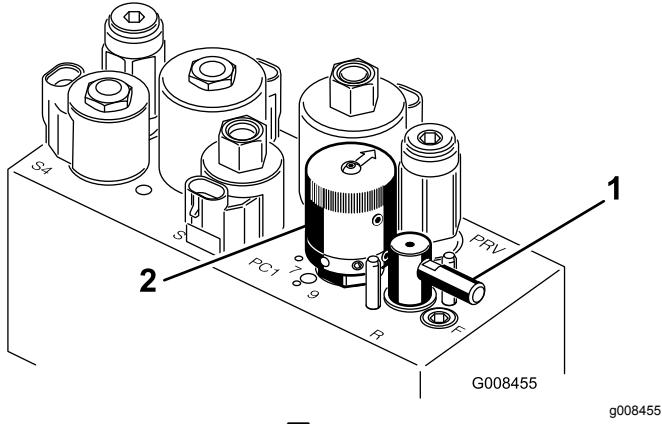

图50
- 将倒磨控制杆转至翻转“R”位置 图50。
- 将滚刀速度控制杆旋转至设置 1 图50。